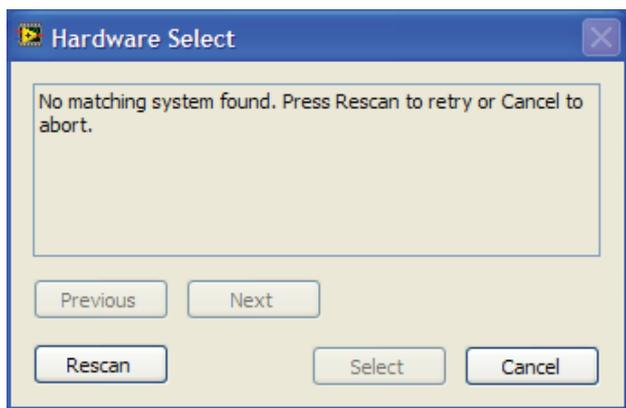

図 3.エラーのポップアップ・ウインドウ
2. ソフトウェアを起動したときSDPボードがUSBポートに接続されていない場合、接続エラーが表示されます(図 3 参照)。評価用ボードをPCのUSBポートに接続して、数sec待った後、**Rescan**をクリックし、指示に従ってください。